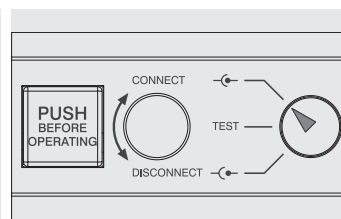

Figure 98
- disjoncteur en position d'embroché (voir Figure 98)